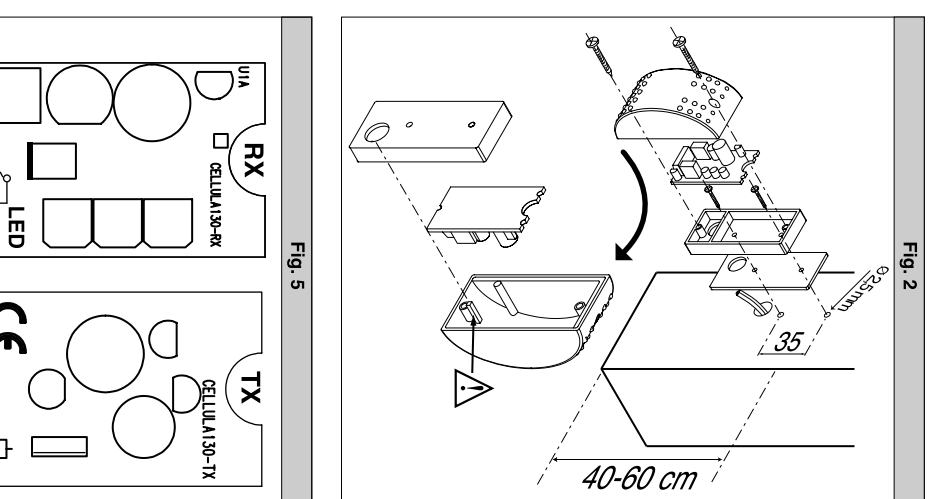

Fig. 3
- L'alignement parfait est assuré par les œilllets de réglage situés sur la base (fig. 3).
- Die perfekte Ausrichtung wird ermöglicht durch die Einstell-Länglöcher in der Basis (Abb. 3).
La alineación perfecta se realiza gracias a las ranuras de regulación que se encuentran en la base (fig. 3).
O perfeito alinhamento é garantido pelas argolas de regulação que se encontram na base (fig. 3).